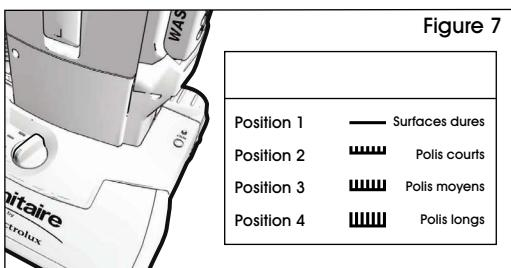

Figure 7
1. Le devant de l'aspirateur comporte un réglage servant à hausser ou abaisser la base de l'aspirateur afin qu'elle corresponde au type de moquette. (Voir Figure 7)